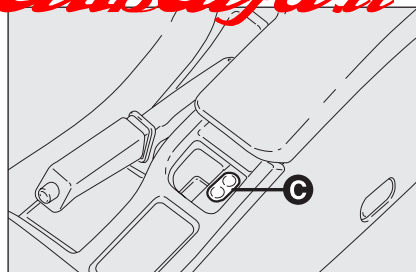

fig. 61
- Quando la capote viene movimentata mediante la pressione del pulsante **C-fig. 61**, e viene lasciata in una qualsiasi posizione intermedia, anche con chiave elettronica estratta dal dispositivo di avviamento, si verificano le seguenti condizioni:
- dopo 12 minuti, premendo il pulsante **C-fig. 61** è possibile ottenere solo la chiusura della capote;
- All'inizio dell'operazione di apertura o chiusura della capote verificare sempre che i cristalli delle porte si abbassino leggermente ("short drop") in modo automatico. In caso contrario rilasciare il pulsante di azionamento della capote **C-fig. 61** ed abbassare i cristalli di entrambe le porte agendo sui rispettivi pulsanti, oppure aprire leggermente le porte. In caso di perdurare del malfunzionamento, rappresentato dalla mancata parziale discesa automatica dei cristalli prima della movimentazione della capote, rivolgersi ai Servizi Autorizzati Alfa Romeo.
Premendo il pulsante **C-fig. 61**, i vetri laterali si abbassano leggermente.
Rilasciando il pulsante **C-fig. 61** durante la manovra di apertura/chiusura il movimento della capote si interrompe subito automaticamente. In questo caso sul display viene visualizzato un messaggio + simbolo di avvertimento.
Eseguire la manovra completa di ricovero della capote all'interno della sua vasca azionando il pulsante **C-fig. 61**.
- Avvitare i due pomelli forniti in dotazione e richiudere il copricapote azionando il pulsante **C-fig. 61**.